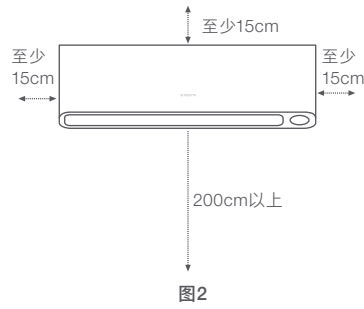

图2
6. 安装在可以承受空调器重量且不增加运转噪声及振动的墙上。如图2所示